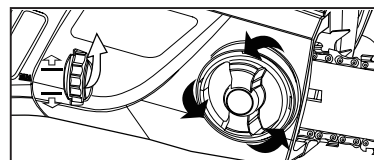
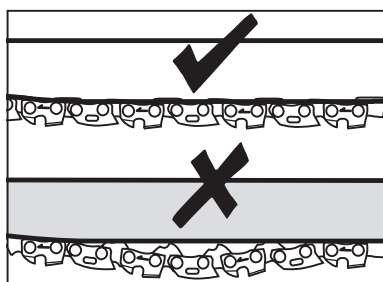

Fig. 2
Fig. 3
3. Pour régler la tension de la chaîne de scie, faites tourner la roue tendeuse de la chaîne (Fig. 2). Faire tourner la roue vers le haut augmente la tension alors que la faire tourner vers le bas réduit la tension. Une chaîne bien tendue ne doit pas fléchir (Fig. 3) et doit seulement pouvoir être tirée à 1/8 pouce (3 mm) du guide-chaîne de la scie.